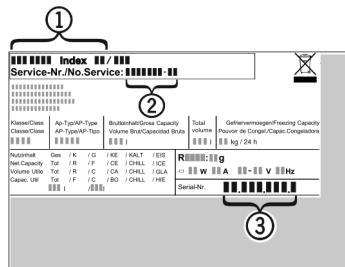

Fig. 12
- Z nazivne ploščice odčitajte oznako aparata Fig. 12 (1), servisno št. Fig. 12 (2) in serijsko št. Fig. 12 (3). Nazivna ploščica se nahaja na levi strani notranjosti aparata.
- Obvestite servisno službo in jim povejte, za kakšno napako gre, povejte pa tudi oznako aparata Fig. 12 (1), servisno št. Fig. 12 (2) in serijsko št. Fig. 12 (3).